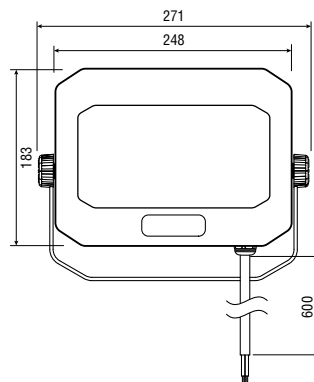

Рис. 1. размеры указаны в мм
3. Габаритные и установочные размеры показаны на Рис. 1 и написаны в технических характеристиках.